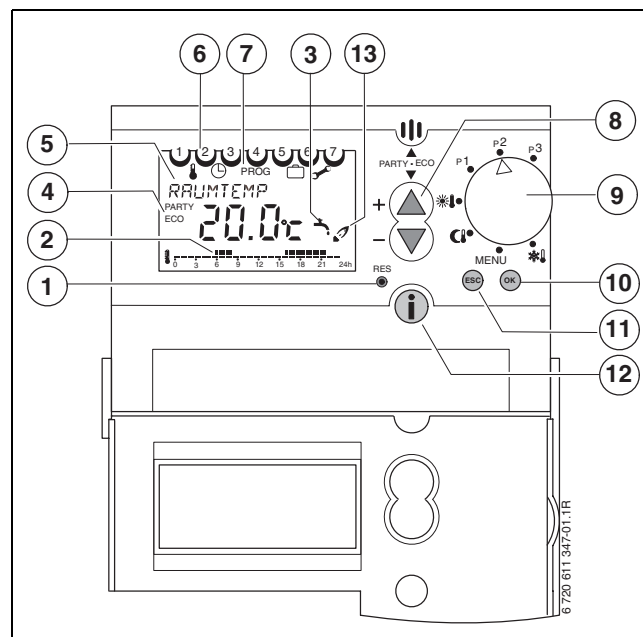

Fig. 33 Schema degli elementi di comando
- ▶ Posizionare il selettore impostazioni su **MENU** (vedi Fig. 33).